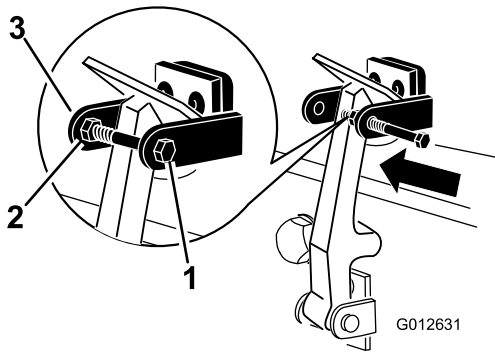

图 9
8. 将螺栓安装到机罩门锁支架的另一个臂将门锁锁定到位 (图 9)。拧紧螺栓但不要拧紧螺母。